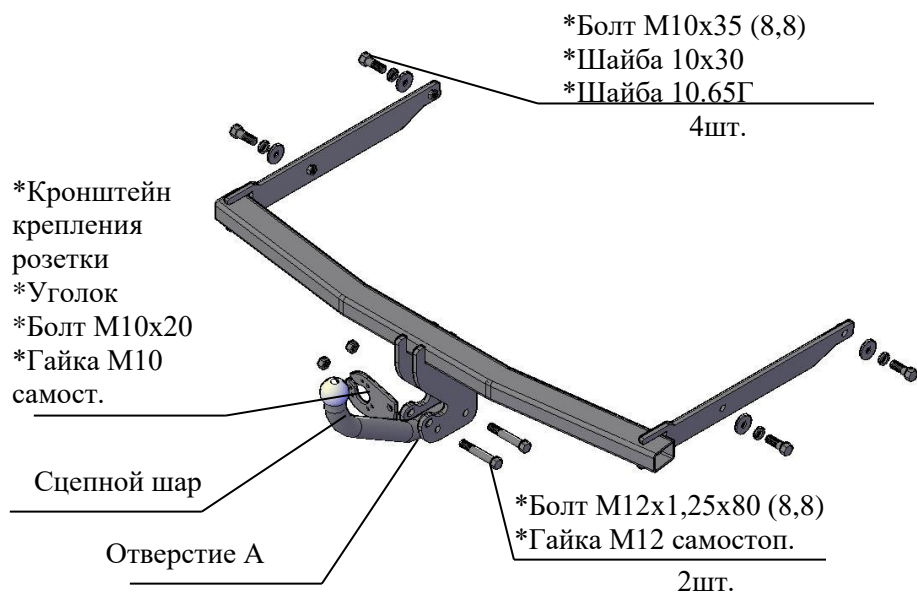

Рис.1 Тягово-сцепное устройство ТСУ 6014
2.1 ТСУ 6014 в сборе (рис.1)	1 шт.
2.2 Пакет с комплектующими (см. рис.1) +Защитный колпак	1 шт+1 шт. 1 шт+1 шт